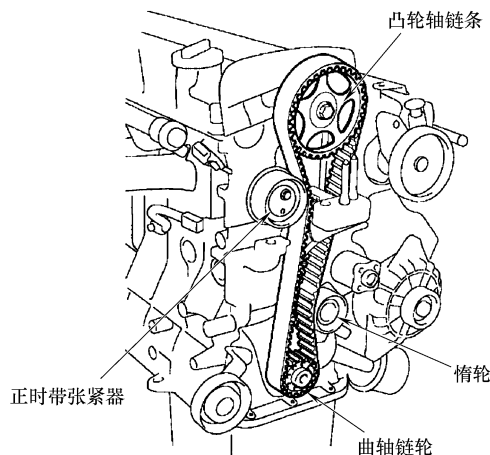

图 31-23 安装正时带
10) 按照曲轴链轮-惰轮-凸轮轴链轮-正时带张紧器的次序, 安装正时带, 如图 31-23 所示。